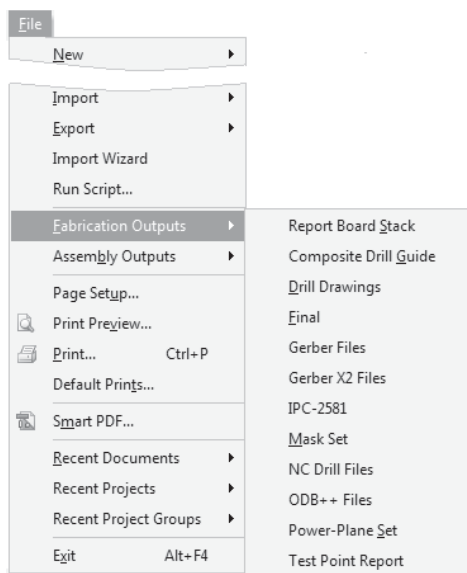
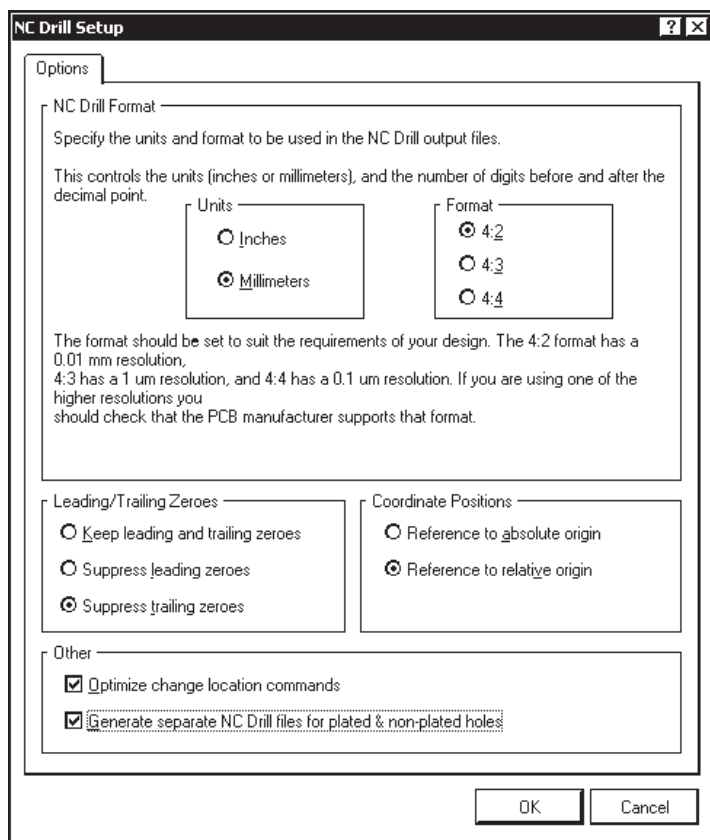

Рис. 10.3. Команды экспорта данных Altium Designer
Рис. 10.7. Настройка формата данных для сверления
Следующие подкоманды главного меню **File | Fabrication Outputs** (Файл | Выходные данные для производства) предназначаются для формирования распечаток послойных видов проекта печатной платы (рис. 10.3):
Команда главного меню **File | Assembly Outputs** (см. рис. 10.3) имеет три подкоманды:
1. Выполнить команду главного меню **File | Fabrication Outputs | NC Drill Files1** (см. рис. 10.3) — откроется диалоговое окно настройки формата экспортируемых данных **NC Drill Setup** (рис. 10.7).
6. После импорта данных двоичного файла координатной информации <Имя\_проекта>.DRL в среде CAM-приложения Altium CAMtastic открывается диалоговое окно настройки формата импортируемых данных **Import Drill Data** (рис. 10.8, а), в котором следует щелчком на кнопке **Units** открыть диалоговое окно **NC Drill Import Settings** (рис. 10.8, б) и подтвердить настройки, выполненные ранее, при экспорте информации для сверления из Altium Designer (см. рис. 10.7).